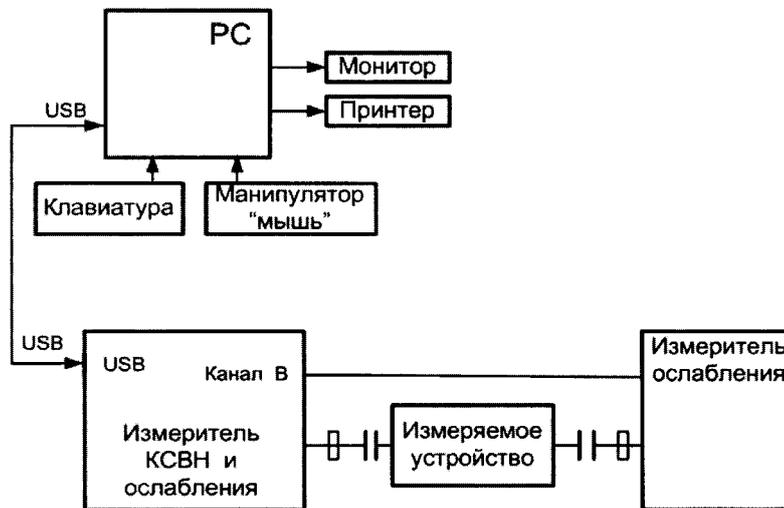

Рисунок 7
8.5.3 Для проведения измерений модулей коэффициентов передачи $|S_{21}|$ собрать схему, приведенную на рисунке 7, подсоединив измеряемое устройство между выходным фланцем и ответвителем «В» измерителя P2-65М (рисунок 7).